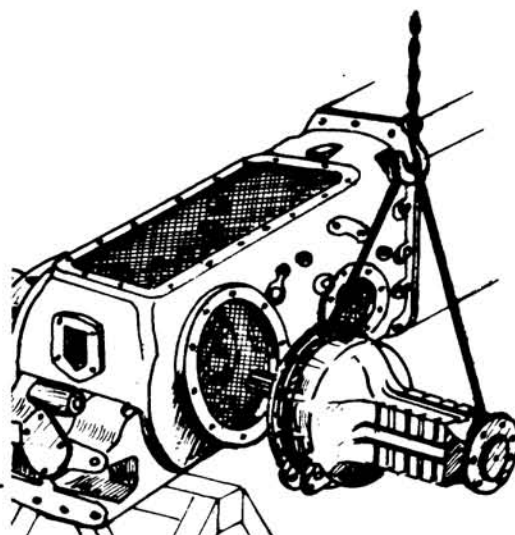

Fig. 2
- g Retire el semi-eje haciendo palanca entre la base de la trompeta y la caja del diferencial, si fuese necesario (fig. 2).